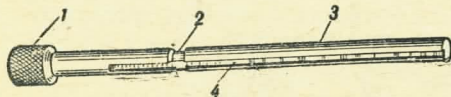

Рис. 6. Шомпол:
9. **Шомпол** (рис. 6) служит для выталкивания стреляных гильз. Он имеет **головку** с насечкой; **стебель** с продольным и поперечным пазами для зуба пружины.